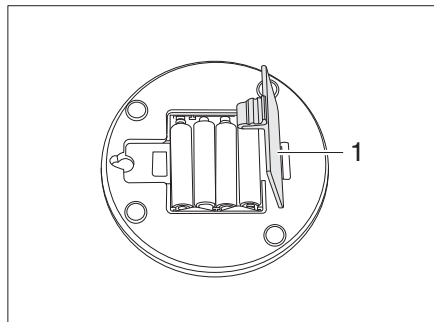

Bild 302 Leuchte im Aufstelldach
- Batteriefach (Bild 302,1) öffnen und Batterien entnehmen.
- Neue Batterien einsetzen und Batteriefach (Bild 302,1) schließen.